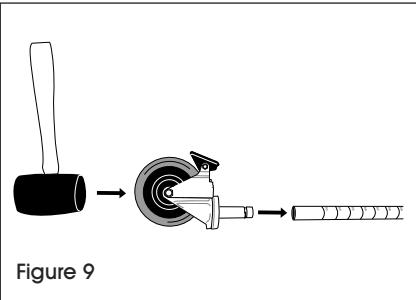

Figure 9
6. Déposez délicatement l'unité sur le côté de la poignée. À l'aide d'un maillet en caoutchouc, insérez les roulettes dans les montants en les tapotant jusqu'à ce qu'elles soient complètement insérées. (Voir Figure 9)